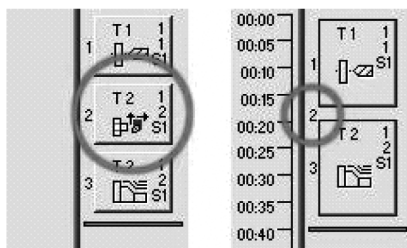

图 3-59 增加换刀操作
- 换刀发生在程序间。移动刀塔操作允许用户创建一个操作，利用提供给用户的可选方案，如图 3-59 所示。